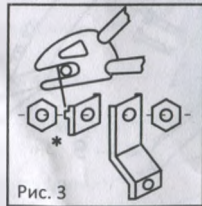

Рис. 3
3. Установите крепления правого/левого кронштейна 2 (рис. 3,4).